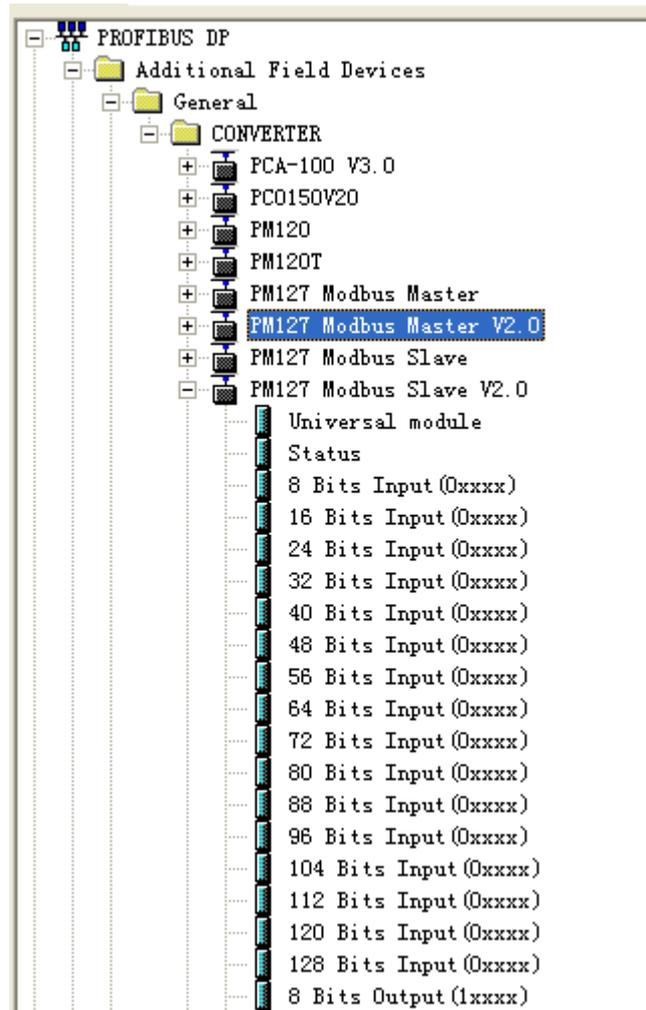

图 8
3. 在菜单栏中选择 Options->Update Catalog, 在 Device 目录中更新所注册的设备, 您可以在右侧窗口 /Profibus DP/Additional Field Devices/Converter/找到您注册的设备, 如图 8 所示: